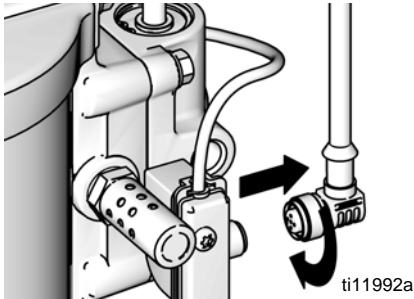

FIG. 9. Desconexión de DataTrak
- Desenrosque el cable de la parte trasera del conjunto de interruptor de láminas. Vea la FIG. 9.